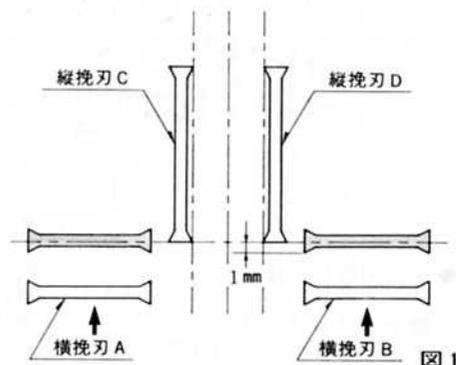

図1
### ●前後の調節 (図1)
1. Aの刃先をC、Dの刃先に対し図1のように合わせます。